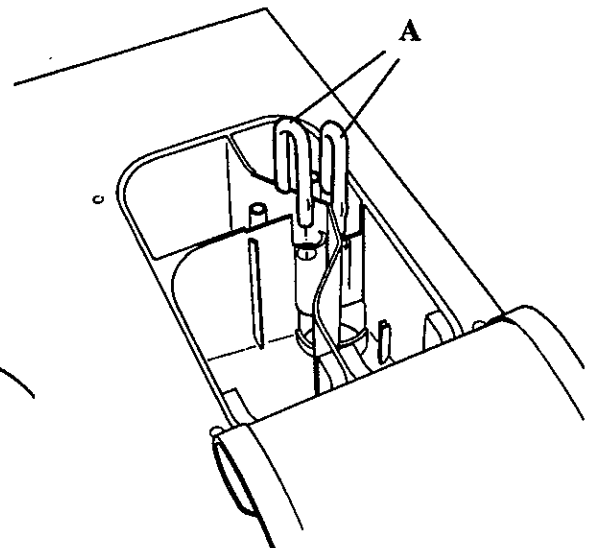

fig. 18
- Remove the trap hoses (fig. 18/A), clean inside with pressure water and re-assemble. Immerse the hoses in warm water to facilitate cleaning.
- Extraer los tubos sifón (fig. 18/A), limpiar su interior con agua a presión y volver a montar los. Sumergir los tubos en agua templada para facilitar la limpieza.
- Enlever les tuyaux siphon (fig. 18/A), nettoyer l'intérieur avec de l'eau sous pression et les remonter. Plonger les tuyaux dans de l'eau tiède pour faciliter le nettoyage.